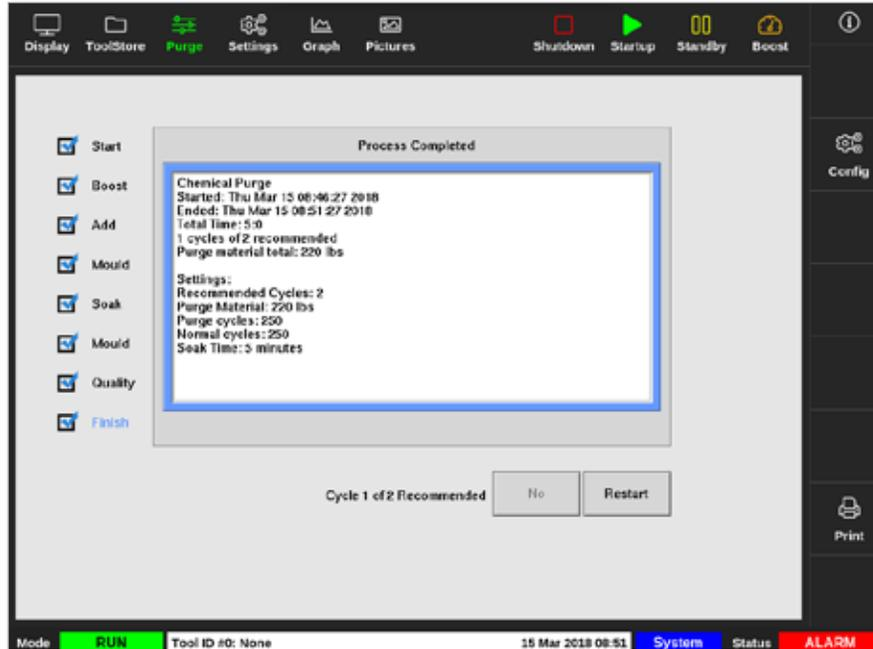

Figura 6-9 Schermata di riepilogo Chemical purge (Pulizia chimica)
8. Finish (Fine): il sistema visualizza una schermata di riepilogo. Vedere la Figura 6-9.